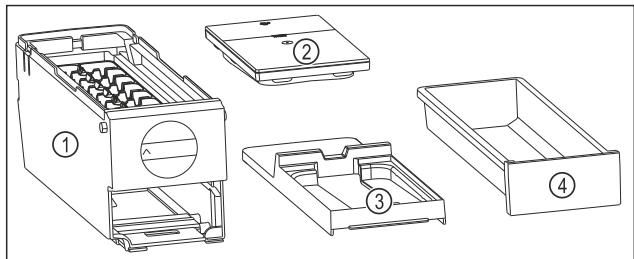

Fig. 76 Súčasti EasyTwist-Ice
- Rozložte EasyTwist-Ice len na tie súčasti, ktoré sú na obrázku. (pozri Fig. 76)
- Korpus EasyTwist-Ice Fig. 76 (1) vyčistite ako celok.
- EasyTwist-Ice je rozložený na štyri časti. (pozri Fig. 76)